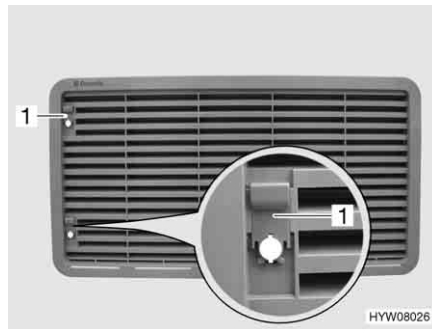
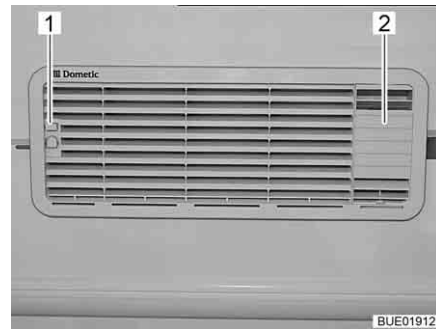

Fig. 173 Griglia di aerazione del frigorifero (con cursore)
Fig. 174 Griglia di aerazione del frigorifero (con inserto per la conduzione dei gas di scarico)
- A seconda del modello, spingere il cursore (Fig. 173,1 o Fig. 174,1) verso l'alto.
- Sganciare verso l'alto l'inserto per la conduzione dei gas di scarico (Fig. 174,2) e rimuoverlo.